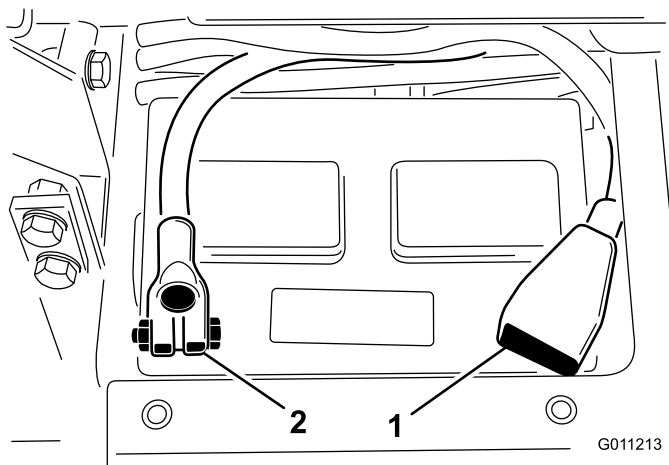

Figure 5
- Installez le câble positif (rouge) sur la borne positive (+) de la batterie et fixez-le en place avec un boulon en T et un écrou (Figure 5).
- Installez le câble négatif (noir) sur la borne négative (-) de la batterie, et fixez-le en place avec un boulon en T et un écrou (Figure 5).